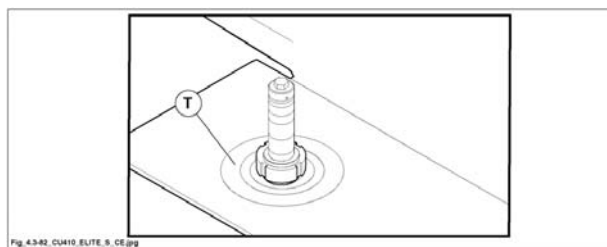

Fig. 4.3-82
- Per ottenere il foro più piccolo possibile, utilizzare gli anelli di riduzione (T fig. 4.3.82 forniti a corredo).
- Ruotare il selettore (G fig. 4.3-82-1) sul simbolo (☺); freno motore sbloccato lampada spia accesa.
- Sbloccare il pomello (A fig. 4.3-82-1).
- Sollevare l'albero toupie fino alla massima altezza, ruotando il volantino (B fig. 4.3-82-1).
- Aprire lo sportello (V fig. 4.3-82-1) (agisce su un micro che impedisce l'avviamento del motore).
- Bloccare la rotazione dell'albero toupie ruotando manualmente quest'ultimo fino a riuscire a bloccarlo col perno accessorio (C fig. 4.3-82-1).
- Svitare il pomello (D fig. 4.3-82-1).
- Sollevare lo sportello (L fig. 4.3-82-1) della cuffia toupie (1 fig. 4.3-82-1).
- Se sulla macchina è installata la cuffia per sagomare (2 fig. 4.3-82-1), smontare la protezione (Q fig. 4.3-82-1) e le lunette copilatrici (T fig. 4.3-82-1), mentre con la cappa a tenonare (3 fig. 4.3-82-1) per montare le frese aprire lo sportello (Z fig. 4.3-82-1).
- Sbloccare con chiave accessoria la vite (R fig. 4.3-82-1).
- Estrarre gli anelli distanziatori (E fig. 4.3-82-1).
- Estrarre, se necessario, gli anelli (S fig. 4.3-82-1) sul piano della macchina.
- Inserire le frese (F fig. 4.3-82-1) sull'albero toupie utilizzando gli anelli distanziatori più adatti, fra un utensile e l'altro.
- Serrare bene la vite (R fig. 4.3-82-1).
- Sbloccare la rotazione dell'albero toupie, togliendo il perno (C fig. 4.3-82-1).
- Chiudere lo sportello (V fig. 4.3-82-1).
- Ripartire la protezione toupie (1,2,3 fig. 4.3-82-1) alle condizioni iniziali (serrare lo sportello L, Z fig. 4.3-82-1 o la protezione Q fig. 4.3-82-1).
con il selettore (G fig. 4.3-82-1) ruotato su (☺) (lampada spia accesa), la macchina è in condizione di sicurezza.
Ricordare che il motore può essere avviato solo se si riporta il selettore (G fig. 4.3-82-1) in posizione (☺); freno motore bloccato lampada spia spenta.